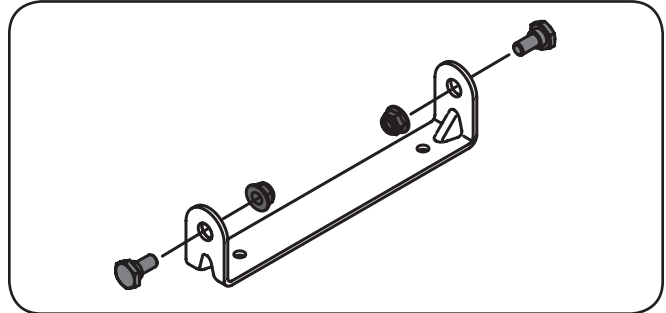

Figura 3-5
1. Extraiga los pernos con reborde y las tuercas de seguridad del soporte de montaje del asiento incluido en el paquete de elementos de ferretería. Vea la Figura 3-5.